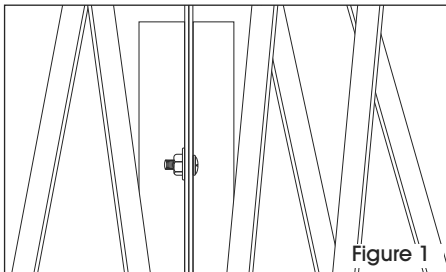

Figure 1
1. Bolt both sides of gate together at the top, middle and bottom by using the carriage bolts, washers and small nuts. (See Figure 1)
1. Boulonnez ensemble le haut, le milieu et le bas des deux côtés de la barrière avec les boulons de carrosserie, les rondelles et les petits écrous. (Voir Figure 1)